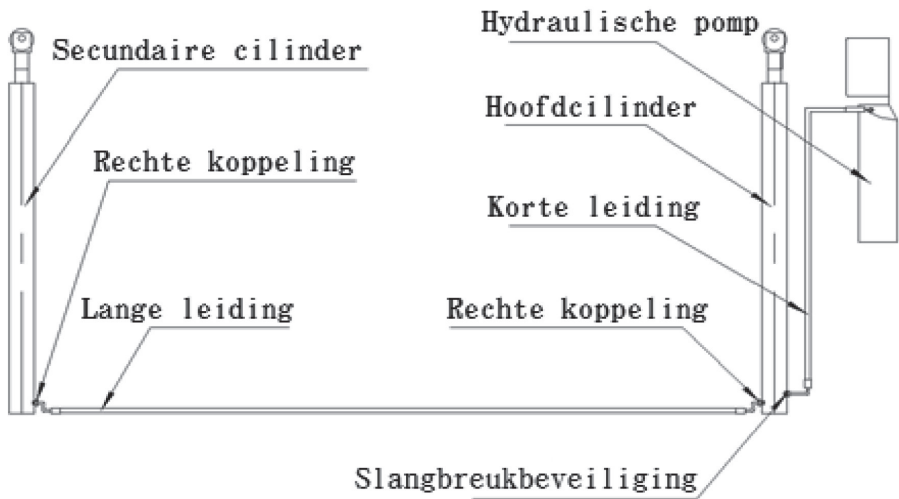
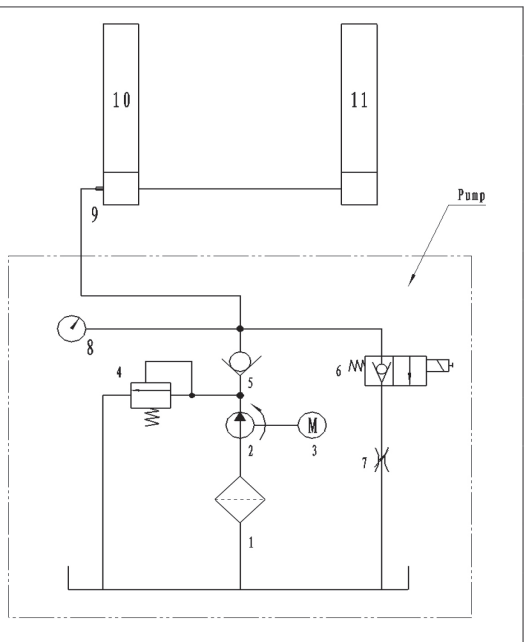

Fig. 17
Fig. 18
3. Zie Fig. 17 en Fig. 18 voor schematische weergave hydraulisch systeem.